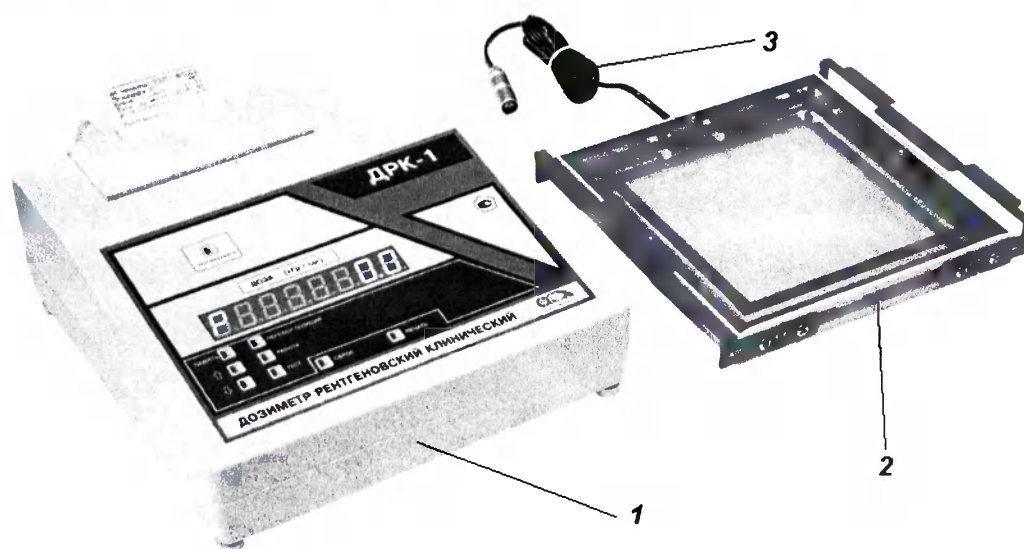

Рисунок 31
7.6.2 Дозиметр рентгеновского излучения (рисунок 31) состоит из измерительного пульта 1, ионизационной камеры 2 и соединительного кабеля 3 для подключения ионизационной камеры к измерительному пулту.